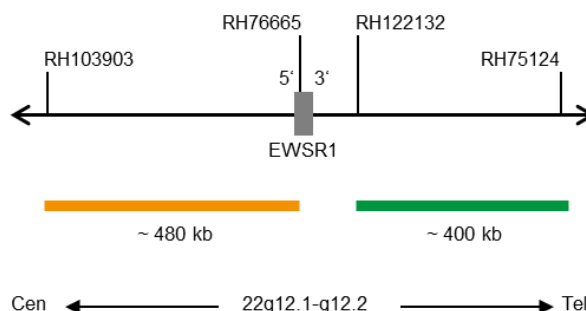

Fig. 1: SPEC EWSR1 Mapa da sonda (não à escala)
- Polinucleótidos marcados com ZyGreen (excitação 503 nm/emissão 528 nm) (~10,0 ng/μl), que têm como alvo sequências mapeadas em 22q12.2* (chr22:29,779,841-30,179,900) distal à região do ponto de quebra EWSR1 (ver Fig. 1).
- Polinucleótidos marcados com ZyOrange (excitação 547 nm/emissão 572 nm) (~4,5 ng/μl), que têm como alvo sequências mapeadas em 22q12.1-q12.2* (chr22:29,191,431-29,673,440) proximais à região do ponto de quebra EWSR1 (ver Fig. 1).